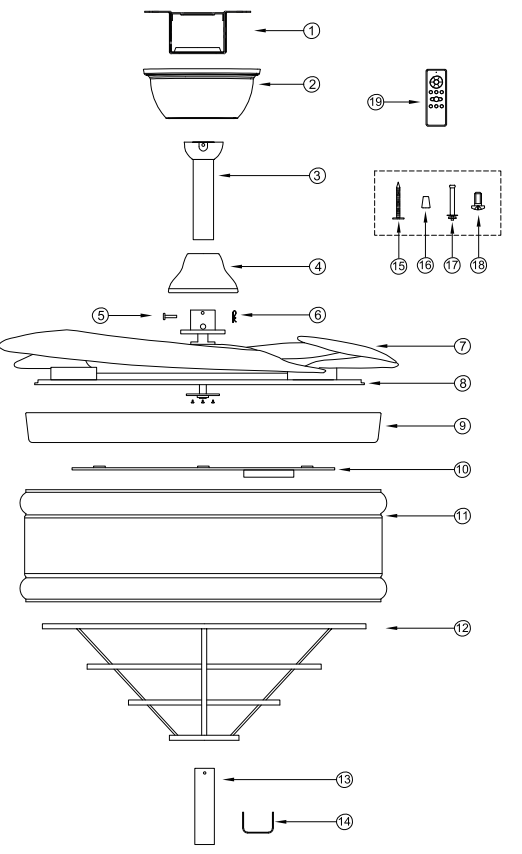

FIGURA 1
Extraiga el ventilador e identifique cuidadosamente las partes. Consulte la FIGURA 1
- RETIRE EL DOSEL PARA CIELO RASO (NO. 3 - FIGURA 1) AFLAJANDO LOS DOS TORNILLOS CON RANURAS.